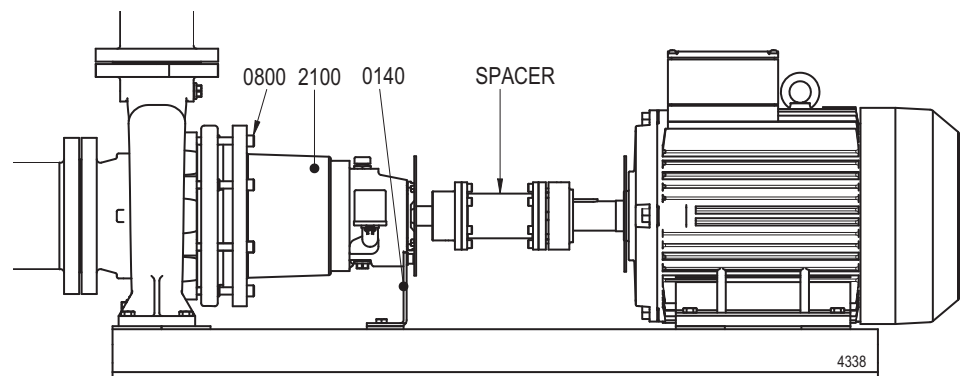

Bild 9: Back Pull Out-principen.
- 3 Lossa lagerstödets (0140) från bottenplattan (se bild 9).